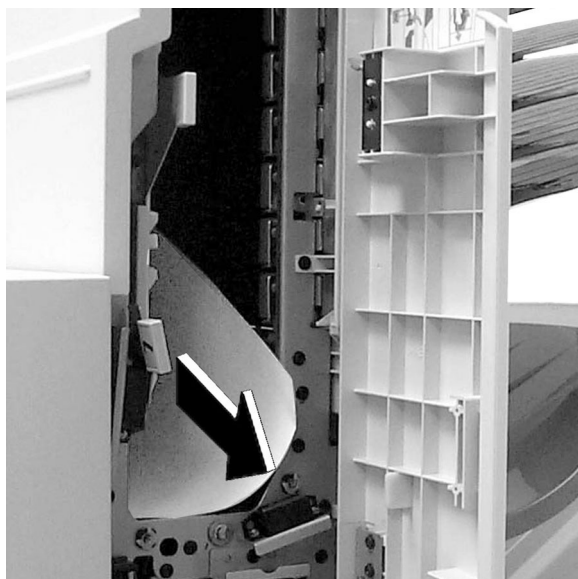

Figura 15: Como remover papel da área 7
- 3** Remova o papel atolado (Figura 15).